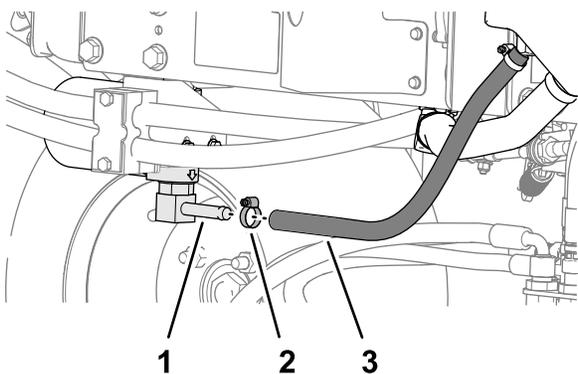
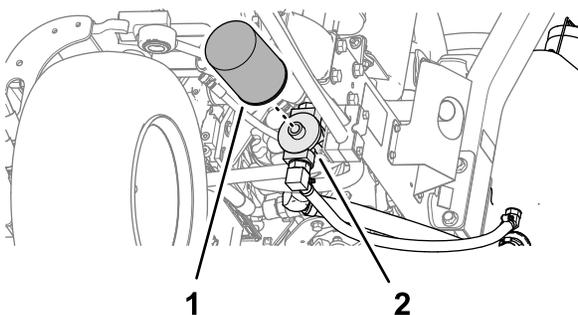

Figura 88
Figura 89
2. Desconecte la manguera hidráulica (Figura 88) o retire el filtro hidráulico (Figura 89) y deje fluir el fluido hidráulico en un recipiente de vaciado.